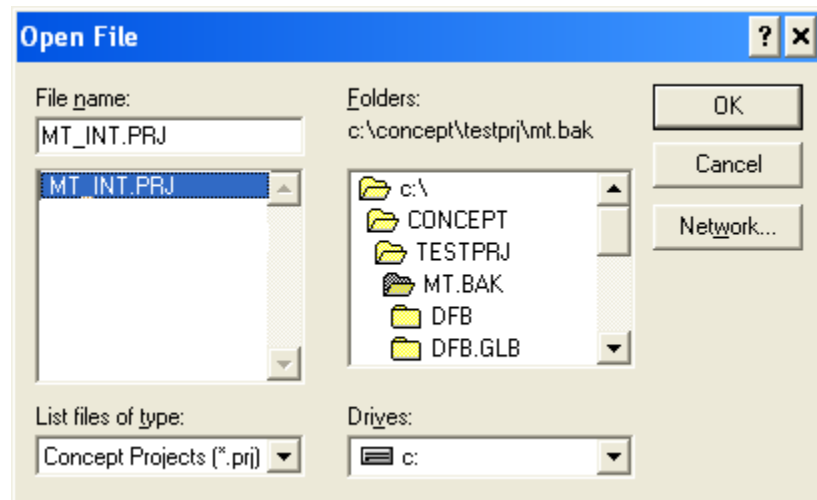

Abbildung 5-6: Projektauswahldialog
1. Öffnen Sie ein Projekt, indem Sie das Dateimenü aufrufen, auf OPEN (Öffnen) klicken und anschließend das Projekt auswählen. In diesem Beispiel heißt das Projekt MT\_INT.PRJ (Abbildung 5-6).